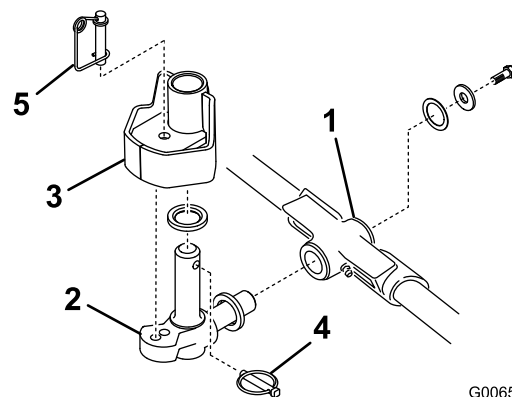

図 12
1. スラストワッシャを ピボットナックルの水平シャフトに差し込む 図 12。
2. ピボットナックルの水平シャフトをキャリアフレームの取り付け穴に差し込む 図 12。
3. ピボットナックルをキャリアフレームに固定するスラストワッシャ、平ワッシャ、フランジヘッドキャップスクリューを使う 図 12。
4. ピボットナックルの垂直シャフトにスラストワッシャを差し込む 図 12。
5. ピボットナックルの垂直シャフトを外している場合にはここで昇降アームのピボットハブに差し込む 図 12。
7. ピボットナックルのシャフトに付いている穴にリンチピンを差し込む 図 12。
注 Cuttingユニットを固定モードで使用する場合にはステアリングロックピンをピボットナックルの取り付け穴に差し込んでください 図 12。
13. ステアリングロックピンの下にスプリングを掛ける 図 12。